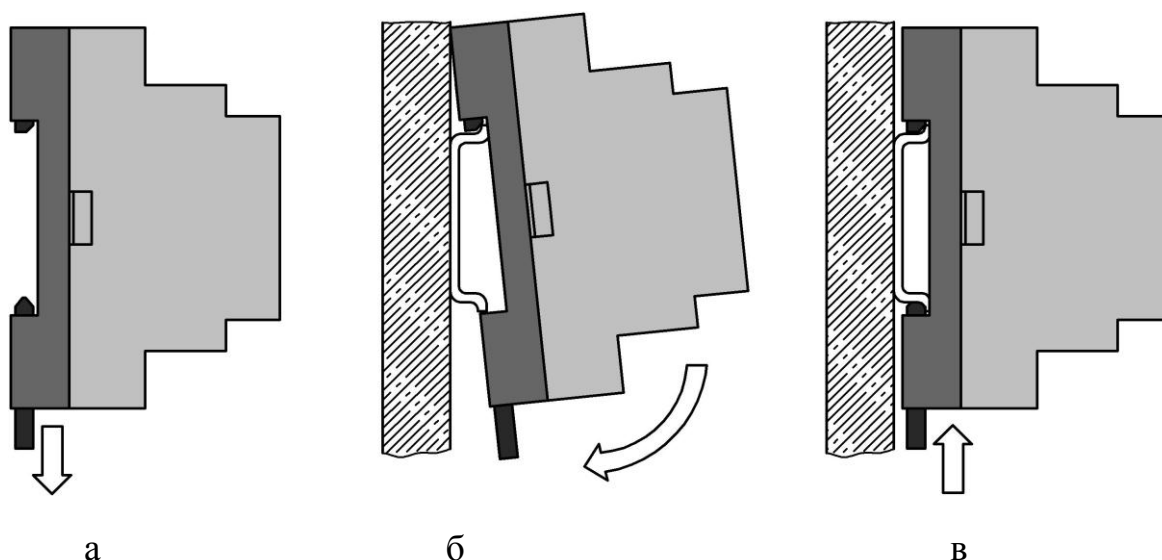

Рисунок 2 – Монтаж вычислителя на стандартную DIN-рейку
6.4.1 Способ установки вычислителей настенный, с креплением на стандартную 35 мм DIN-рейку (рисунок 2).